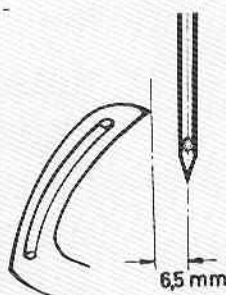

Fig. 1
Zur bequemen Einstellung entferne Drückfuß, Stichplatte und Transporteur. Setze den Fadengreifer in den Greiferhebel ein. Der Greifer ist so einzustellen, daß der Abstand von Nadelmitte zur Greiferspitze $6,5 \text{ mm} \approx 1/4''$ beträgt und zwar bei Beginn der Nadelstangenaufwärtsbewegung (Fig. 1). Dieser Abstand lässt sich nach Lösen der Mutter am rechten Schenkel des Greiferhebels durch Verschieben der Kugelschraube im Langloch ändern. Bei der Bewegung nach rechts muß der Greifer dicht an der Rückseite der Nadel vorbeigehen, ohne diese zu berühren. Dazu wird der Greiferhebel auf seiner Achse nach Lösen der beiden Schrauben seitlich verschoben.
For convenient access, remove the presser foot, throat plate and feed dog. Insert the looper into the looper rocker. Set the looper so that the distance from the centre line of the needle to the point of the looper is $6,5 \text{ mm} \approx 1/4''$ in the lowest position of needle bar just before moving upwards (Fig. 1). Therefore loosen the nut at right side of looper rocker and replace the ball stud till the specified dimension be obtained. As the looper moves to the right, its point should pass behind the needle as close as possible without contacting it. Adjustment can be made by loosening the fastening screws of looper rocker and replacing the looper rocker axially till this adjustment be obtained.
Bei Verwendung von Leinengarn ist der Nadelfaden nach Fig. 1 der Einfädelanleitung einzufädeln.
Die Stichlänge ist entsprechend der Kettelgarnstärke nach Lösen der Mutter Teil-Nr. HA 18 A (Fig. 3) einzustellen. Verstellen der Schwinge nach unten ergibt größere, Verstellen nach oben kleinere Stichlänge. Der Obertransport ist dann entsprechend an der Schwinge einzustellen. Verstellen nach hinten größerer Stich, nach vorn kleinerer Stich. (Fig. 1 u. 4).
Die Maschine ist für eine Naht mit Stichlochbindung (Fig. 1) eingestellt. Sollten Sie Kantenbindung wünschen, so können Sie diese Naht durch Herausnehmen des Nadelfadens aus der ersten Nadelfadenspannung (A) erreichen. (Fig. 4). Der Kettelfaden wird dann in diese Spannung (A) eingelegt (Fig. 4). Evtl. ist noch ein ausregulieren notwendig, damit der Nadel-faden sauber an der Kante liegt.
In using Linen Thread, the Needle Thread has to be threaded as in Fig. 1.